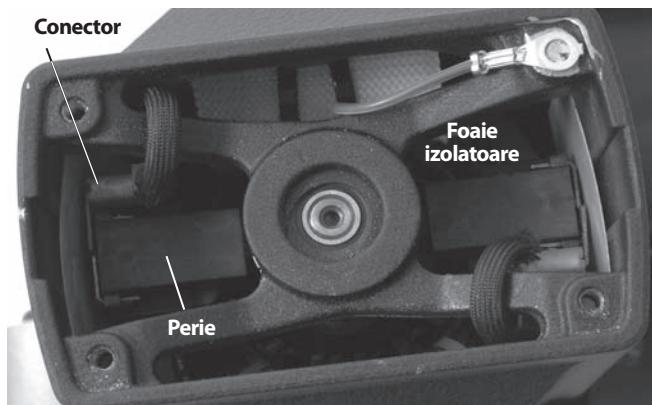

Figura 12 – Plasarea periei - Capacul motorului scos
2. Cu ajutorul unui clește, trageți afară periile motorului drept înainte. Desprindeți conectorul. (Vezi figura 12.)